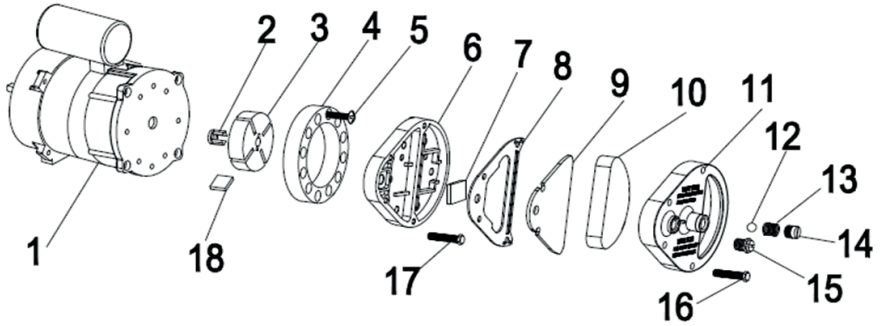

Abbildung 3
Reinigen Sie die Luftfilter. Entfernen Sie die Filterendabdeckung (11), waschen Sie den Lufterlassfilter (10) mit einem milden Reinigungsmittel und trocknen Sie ihn gründlich, bevor Sie ihn wieder einbauen. Ersetzen Sie den Luftzufuhrfilter (9) einmal jährlich (Abb. 3)